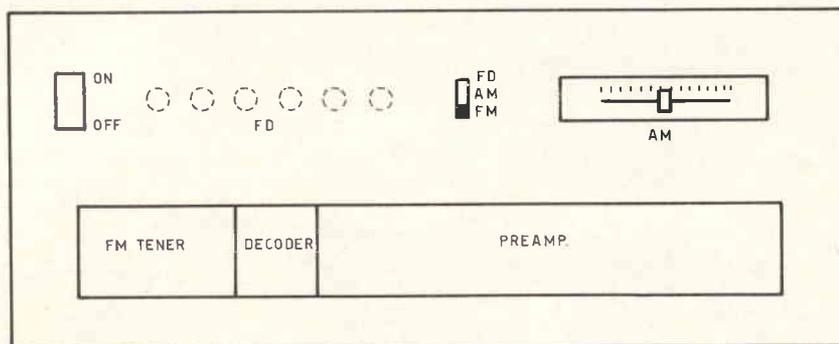

Fig. 3 - Come si presenta il pannello frontale dopo le relative forature.
Dopo aver forato il pannello frontale rivestito di laminato plastico, seguendo le misure indicate nella fig. 3, fissarlo, mediante Vinavil, Bostik o altro buon adesivo, al pannello di base. Due tasselli agli estremi interni della base renderanno più solido l'insieme.
- L = 15 mm., a testa piana svasata dall'esterno, viti che, però, vengono nascoste dal cartoncino nero ricoperto di plastica trasparente che porta la scala in Kilocicli per la sintonia AM. Spero che il disegno nella fig. 3 sia chiaro a questo proposito e aggiungo che per questo lavoro di pazienza, non tanto occorrono le spiegazioni, quanto il gusto e la capacità di farlo.